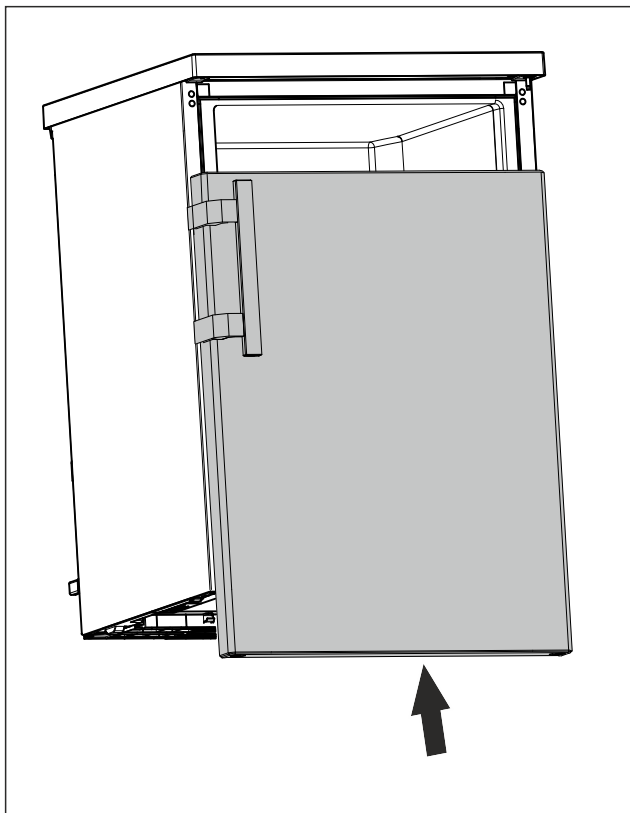

Fig. 19
- Плъзнете вратата върху горния болт, когато е затворена. (виж Fig. 19)